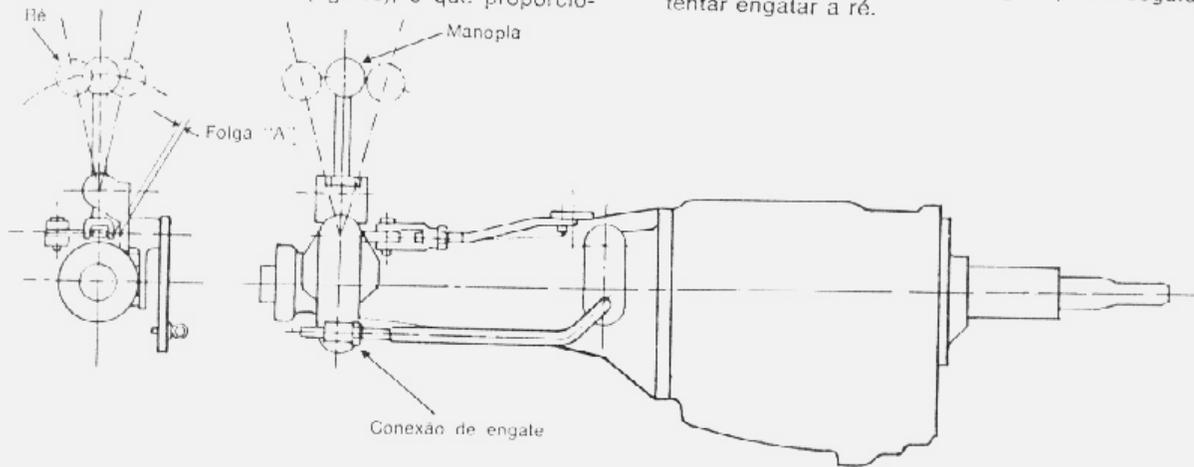

fig. 16 — ajuste das articulações de comando (caixa de mudanças 4 velocidades Clark)
1. Ajustar a conexão de engate, de modo a manter a placa de suporte da alavanca, paralela à linha de centro da transmissão (fig. 16), o que proporcio-
2. Encostar a alavanca de mudanças para o lado de ré até eliminar a folga "A" (fig. 16). Em seguida, tentar engatar a ré.
4. Verificar a folga "A", (fig. 16), posicionando a alavanca de mudanças na seleção da 3ª e 4ª velocidades.